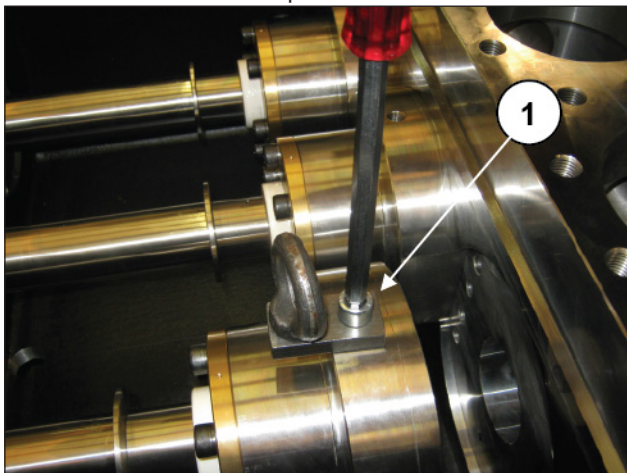
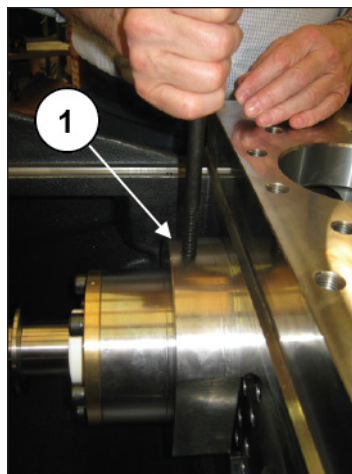

Fig. 237
Fig. 238
Smontare l'attrezzo di sollevamento (pos. ①, Fig. 237) e montare una vite o barra filettata M12 nel foro filettato presente sul supporto (pos. ①, Fig. 238) per poter meglio orientare tutto l'assieme nel posizionarlo sulla testata.